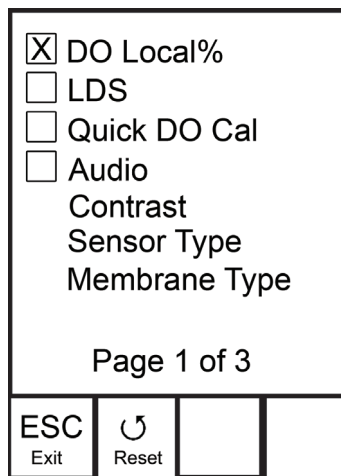

Figura 7. Página 1 del menú de Configuración del sistema. % OD localizado activado.
Pulse la tecla del menú  para acceder al menú de Configuración del sistema. El menú de Configuración del sistema contiene tres pantallas identificadas como 'páginas'. La página actual aparece cerca de la parte inferior de la pantalla (figura 7). Utilice las teclas de flecha ascendente y descendente para desplazarse por las opciones y las páginas del menú.
**DO Local%** (% oxígeno disuelto localizado) puede habilitarse o deshabilitarse con las teclas de flecha ascendente o descendente resaltando la opción correspondiente y pulsando luego Enter (Intro) . Una 'X' en la casilla junto a % OD localizado indica que está habilitada, Figura 7.